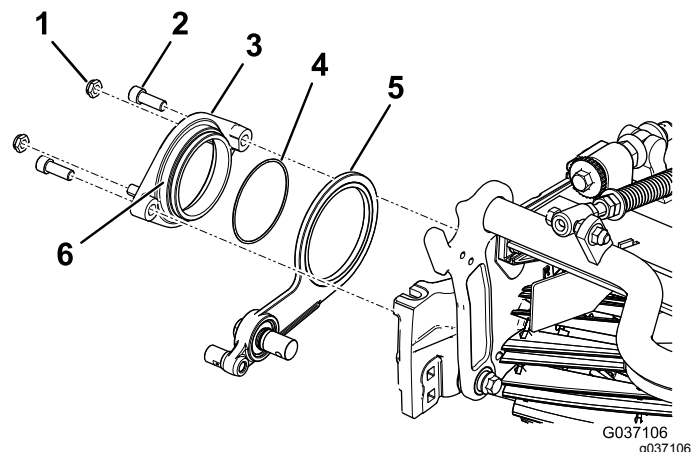

Figura 10
- Applicate un composto frenafili sul diametro esterno del gruppo del mozzo girevole (Figura 10).
- Controdado - $\frac{3}{8}$ " (2)
- Bullone a esagono incassato (2)
- Fissate il mozzo girevole sul gruppo tendicinghia al cilindro utilizzando 2 bulloni a esagono incassato (Figura 10).
- Montate, senza serrarli, i 2 dadi di bloccaggio sul mozzo girevole (Figura 10).